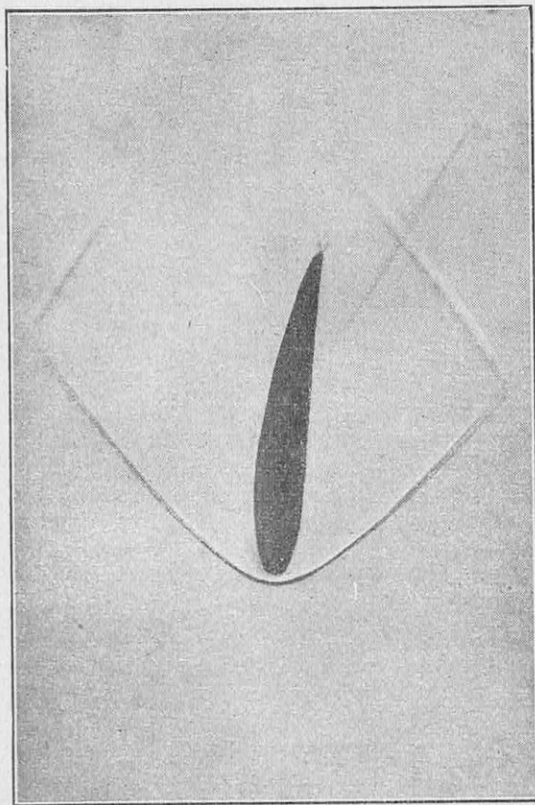

FIG. 4. — AUTOUR D'UN PROFIL D'AILE, PLACÉ DANS UN COURANT D'AIR A VITESSE SUPERSONIQUE, SE FORME UNE ONDE DE CHOC CARACTÉRISTIQUE (1)
(1) Les fig. 4 et 5 sont extraites du n° 68 des Publications scientifiques et techniques du Ministère de l'Air.